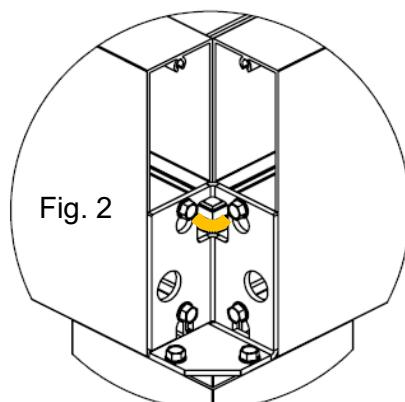

Fig. 2
- 07 – Connecter le récepteur radio au bornier ECLAIRAGE du boîtier de raccordement (fig. 2).
Un passage est prévu dans les jonctions d'angle pour faire passer le bandeau (Fig. 2).
- 06 – Connecter le récepteur radio au bornier ECLAIRAGE du boîtier de raccordement (fig. 2).
- 02 - Dévisser l'écrou sur l'embout de lame puis retirer la rondelle et les 2 entretoises (fig. 2).